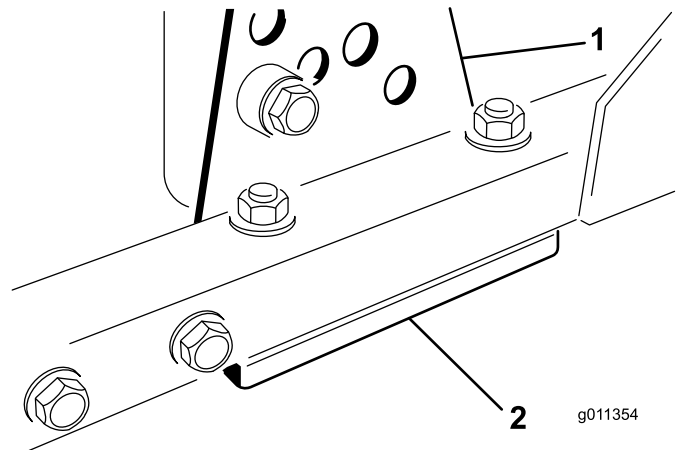

Figura 61
1. Retire el soporte de altura de corte (delantero, izquierdo o derecho) del bastidor de la carcasa (Figura 61).
2. Coloque suplementos de 1.5 mm (0.060 pulgada) y/o 0.7 mm (0.030 pulgada) entre el bastidor de la carcasa y el soporte hasta lograr el ajuste de altura deseado (Figura 61).